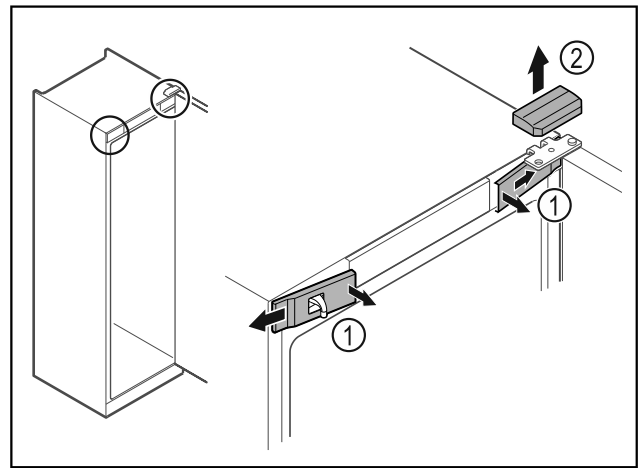

Fig. 16
- ▶ Odistite zvnútra predné kryty Fig. 16 (1) a odoberte ich do strany.
- ▶ Odoberte horný kryt Fig. 16 (2) nahor.